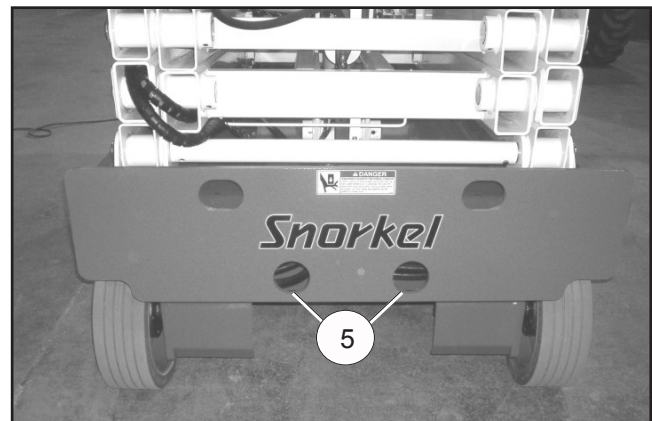

Figura 13 - Parte delantera del chasis
- Alivie la presión girando la perilla de anulación de reposición automática de frenos (6) completamente hacia adentro (sentido horario) y luego completamente hacia afuera (sentido contrahorario). Consulte la Figura 13.